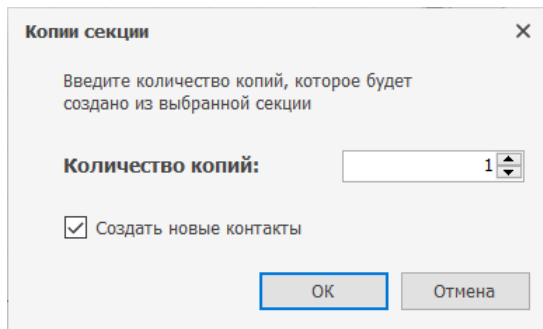

Рис. 202 Создание копий секции
2. В окне «Копии секции» указать количество копий секции, которое необходимо создать, см. Рис. 202.